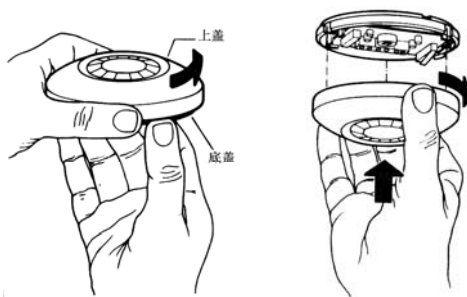

图 3. 安装方式
C. 如图 3，手拿底座，反时针方向旋转外壳直到转不动为止。将上盖与底座分开。以外盖内沿边的 3 个凸点对准底座上的 3 个凹点，将上盖盖到底座上，顺时针旋转盖子直到转不动为止。